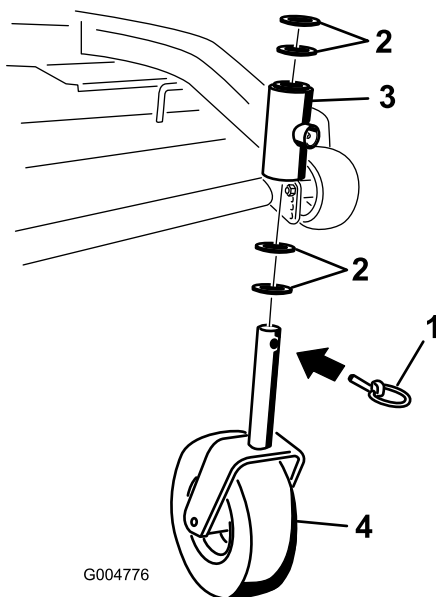

Figura 41
2. Retire el pasador de bloqueo y los espaciadores de la parte superior de la horquilla de la rueda giratoria (Figura 41).
6. Inspeccione la horquilla de la rueda giratoria para determinar si está desgastada y cámbiela de ser necesario (Figura 41).
7. Deslice la horquilla a través de los casquillos del tubo de montaje. Cambie los espaciadores de la horquilla y sujételos con el anillo de retención (Figura 41).